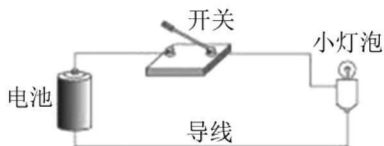

图 1-1 实际电路
1. 电路:如图 1-1 所示,实际的电路是由电源、用电器、导线和开关等组成的一个闭合回路,主要实现电能的传输和分配。